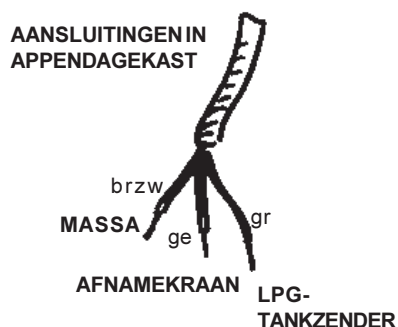

fig. 14.
15. Appendagekast. De 3-aderige kabelbundel met groene, gele en de bruin/zwarte draad met de afnameleiding mee naar de appendagekast leggen en aansluiten op de afnamekraan (geel), de tankzender (groen) en massa (bruin/zwart). Zie fig.14.